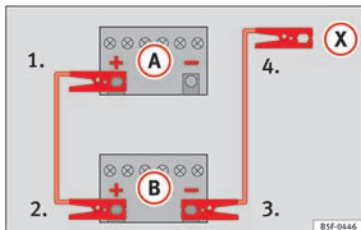

Abb. 189 Anschlussschema für Fahrzeuge ohne Start-Stopp-System.
mit der entladenen Fahrzeugbatterie (A) an » » **Abb. 189**.
3. Klemmen Sie das andere Ende des *roten* Starthilfekabels an den Pluspol (+) des stromgebenden Fahrzeugs (B) an.
4. **Bei Fahrzeugen ohne Start-Stopp-System:** ein Ende des *schwarzen* Starthilfekabels an den Massepunkt (-) des Strom gebenden Fahrzeugs (B) » » **Abb. 189** anklemmen.